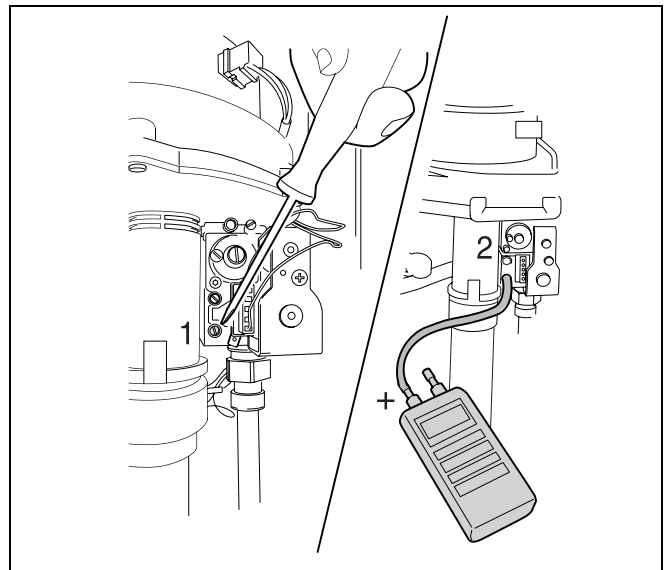

fig. 35 Gasvoordruk meten
- Draai de afdichtschroef in de voordrukmeetnippel iets open en sluit een lange slang hierop aan (→ fig. 35).
- Draai de schroef in de voordrukmeetnippel (onderste meetnippel) twee omwentelingen los (→ fig. 35, [1]).
- Steek één slang van de manometer op de voordrukmeetnippel (→ fig. 35, [2]).